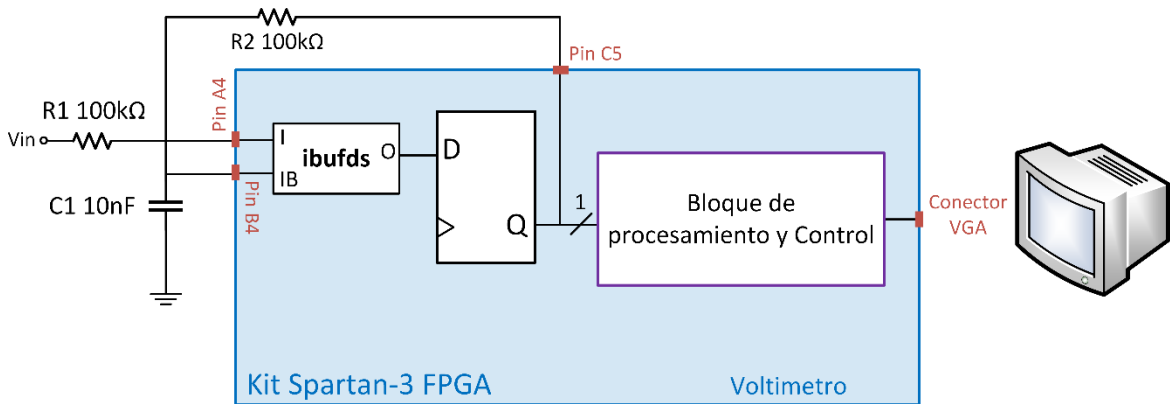

Figura 1. Conexión de placa Spartan-3E con voltímetro y periféricos
2. Esta diferencia de tensión se integra y la salida se compara con una tensión de referencia V_{ref} . El integrador se implementa de manera externa a la placa como se muestra en la figura 1